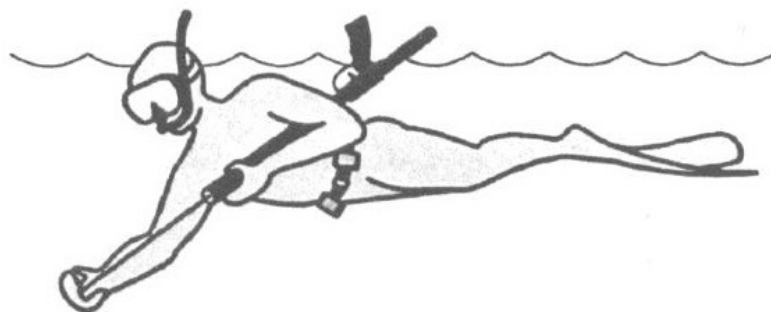

Рисунок 5
6.4 Возьмите ружье одной рукой в районе надульника. Другой рукой при помощи упора вдавливайте гарпун в ствол до упора (см. рисунок 5).